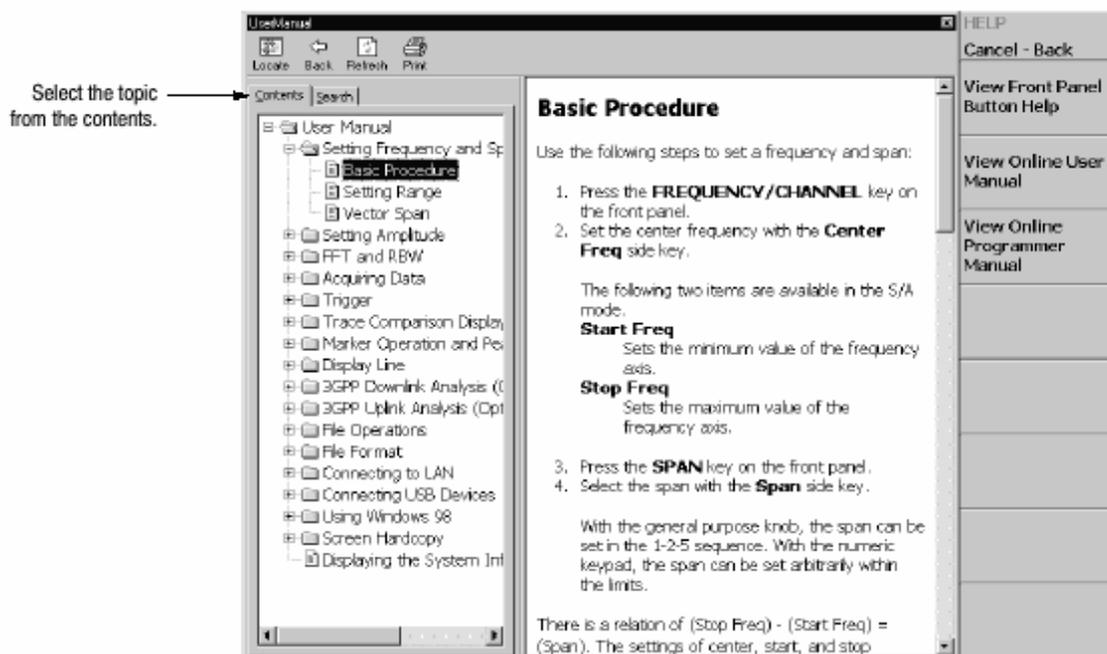

图 3-95 在线用户手册
- b. 若选 View Online User Manual 或 View Online Programmer Manual:使用表 3-18 所列前面板键，由屏幕窗口内容选择标题（见图 3-95）。左窗口和右窗口键的内容说明不同。